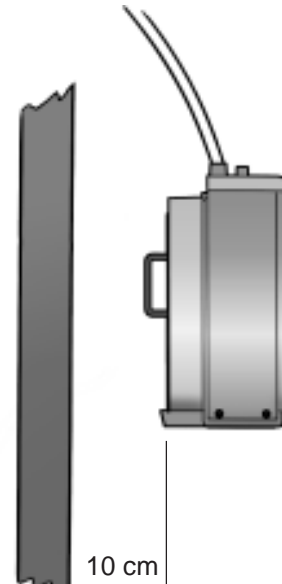

Fig. 5
- La parte posteriore sia ad una distanza di almeno 10 cm da qualsiasi ostacolo (tende, pareti, ecc.) (Fig. 5).
- the rear part is at least 10 cm away from any obstacles (curtains, walls, etc.) (Fig. 5).
- die Geräterückseite wenigstens 20 cm von Vorhängen, Wänden u.a. behindernden Gegenständen entfernt ist (Abb. 5).
- La parte posterior esté a una distancia de por lo menos 10 cm. de cualquier obstáculo (cortinas, paredes, etc.) (Fig. 5).
- de achterkant zich op een afstand van minimaal 10 cm van elk obstakel dan ook bevindt (gordijnen, wanden enz.) (fig. 5).